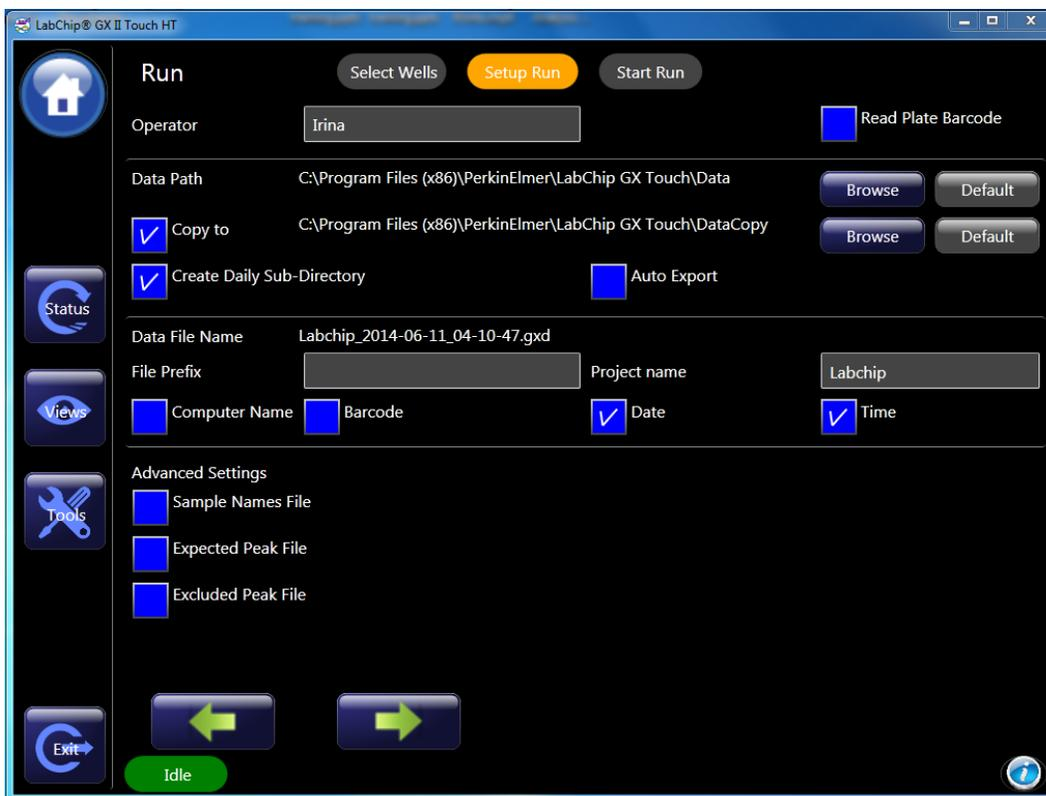

图 4 Run setup screen
3. 在 **Setup Run** 界面下，选择 operator name, 是否读取 read barcode, 文件保存路径, 是否包括 sample names, expected peaks 以及 excluded peaks 等。选择 **Auto Export** 来自动地导出数据和表格 (图4)。点击绿色箭头按钮选择下一步。